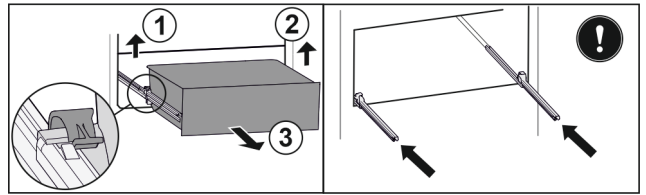

Fig. 92
- ▶ Linker klem optillen en gelijktijdig lade links naar voren trekken. Fig. 92 (1)
- ▶ Rechter klem optillen en gelijktijdig lade rechts naar voren trekken. Fig. 92 (2)
- ▶ Lade naar voren toe verwijderen. Fig. 92 (3)